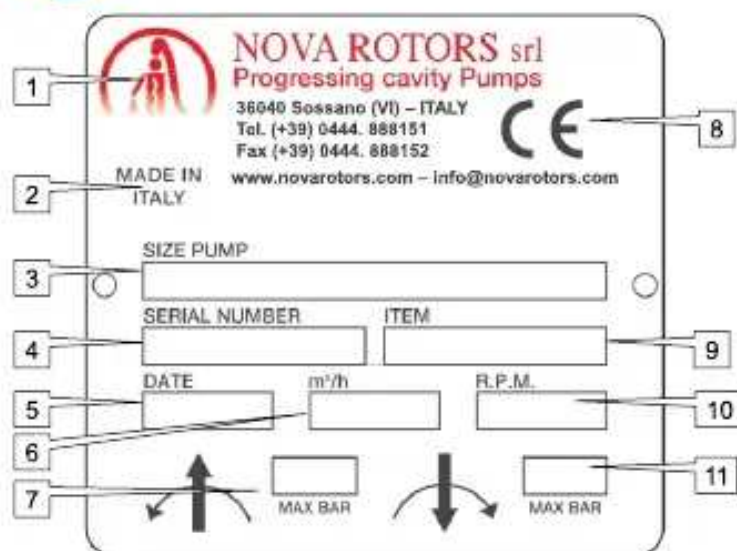

Fig. 4 – Placa de identificación para máquina estándar
- placa de identificación para máquina estándar (**Fig. 4**)
La máquina se identifica con la siguiente codificación que corresponde a la indicación en la placa "PUMP TYPE" (4 - Fig. 4 y Fig. 2):